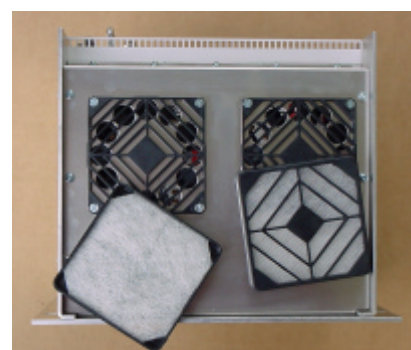

Abbildung 20: Unterseite des breiten OMR500 mit abgenommenen Abdeckhauben
2. Nehmen Sie die aufgesteckte Abdeckhaube (siehe Abbildung 20) vom Lüfter an der Geräteunterseite durch leichtes Ziehen ab.